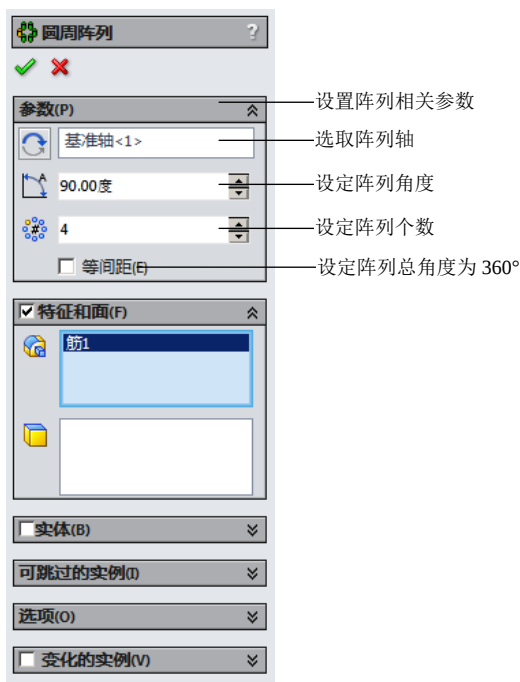

图 3.19.5 “圆周阵列”对话框
Step2. 选择命令。选择下拉菜单 **插入(I)**  **阵列/镜像(E)**  **圆周阵列(C)...** 命令，系统弹出图 3.19.5 所示的“圆周阵列”对话框。